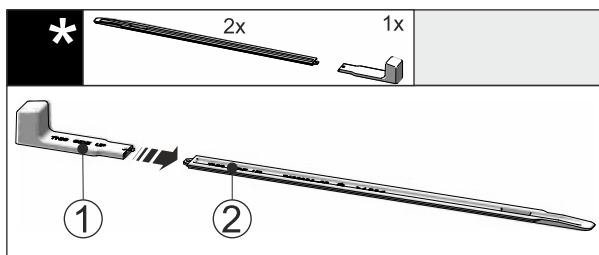

Fig. 43
- ▶ Atașați mânerul de montare Fig. 43 (1) la șina de nivelare Fig. 43 (2).